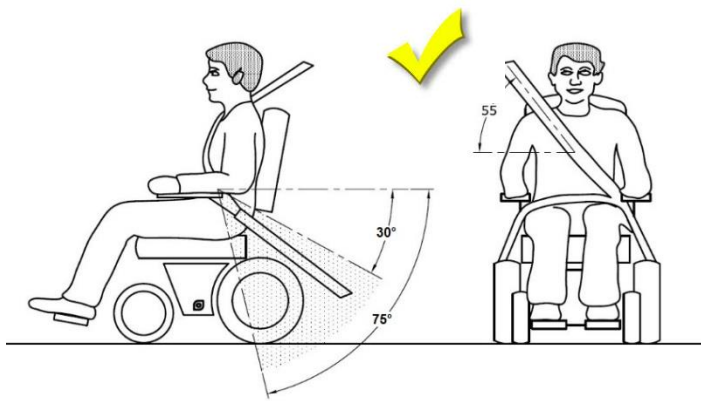

Figure 7.2
- Pour arrimer l'occupant du fauteuil roulant, il convient d'attacher une ceinture de sécurité sur les hanches et l'épaule. Cette ceinture doit avoir trois points d'arrimage au sol et sur le côté du véhicule (figure 7.2).